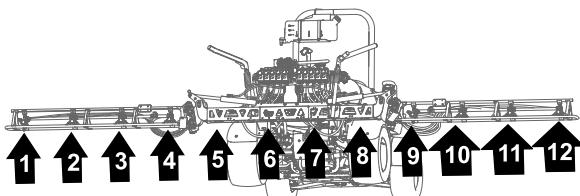
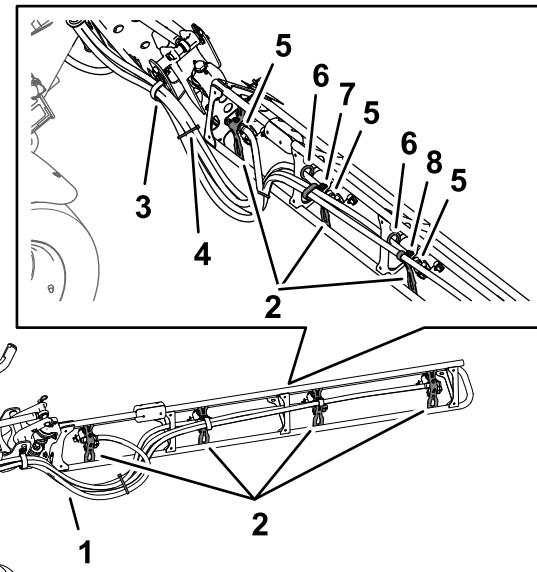

Bild 128
Bild 129
1. Verlegen Sie die Schläuche für die Sprühdüsen 1, 2, 3 und 4 durch die R-Klemme am linken äußeren Ende des mittleren Sprühabschnitts (Bild 128 und Bild 129).
2. Verlegen Sie die Schläuche für die Sprühdüsen 7, 8, 9 und 10 durch die R-Klemme am rechten äußeren Ende des mittleren Sprühabschnitts (Bild 128 und Bild 129).
3. Verlegen Sie die Zulaufschläuche (279 cm) und die gezahnten Schlauchschaften (3/4") entlang des Sprühabschnitts zu den Sprühdüsen 1 und 10, wie in Bild 128 und Bild 129 abgebildet.
4. Verlegen Sie die Zulaufschläuche (234 cm) und die gezahnten Schlauchschaften (3/4") entlang des Sprühabschnitts zu den Sprühdüsen 2 und 9, wie in Bild 128 und Bild 129 abgebildet.
5. Verlegen Sie die Zulaufschläuche (188 cm) und die gezahnten Schlauchschäfte (3/4") entlang des Sprühabschnitts zu den Sprühdüsen 3 und 8, wie in Bild 128 und Bild 129 abgebildet.
6. Verlegen Sie die Zulaufschläuche (188 cm) und die gezahnten Schlauchschäfte (3/4") entlang des Sprühabschnitts zu den Sprühdüsen 4 und 7, wie in Bild 128 und Bild 129 abgebildet.
7. Bündeln Sie die vier Schläuche für die Sprühdüsen mit einem Kabelbinder zusammen, wie in Bild 129 abgebildet.